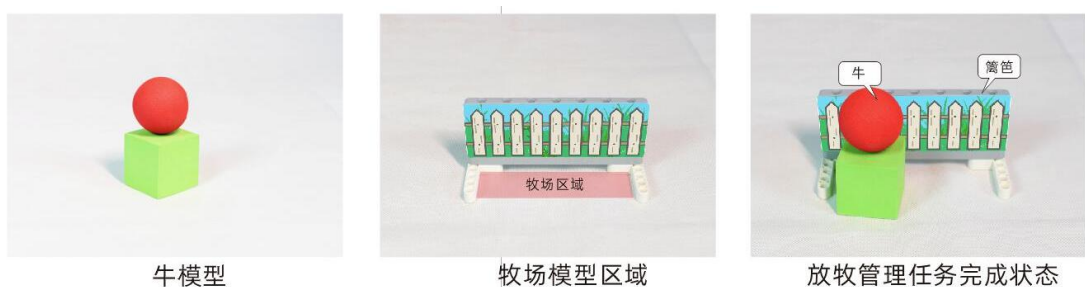

图 8 放牧管理任务使用的模型及完成状态
- b. 机器人需要将该牛驱赶至牧场内。只要牛模型在地面的正投影与牧场区域有部分接触，如图 8 所示，就完成了放牧管理任务，记 120 分。